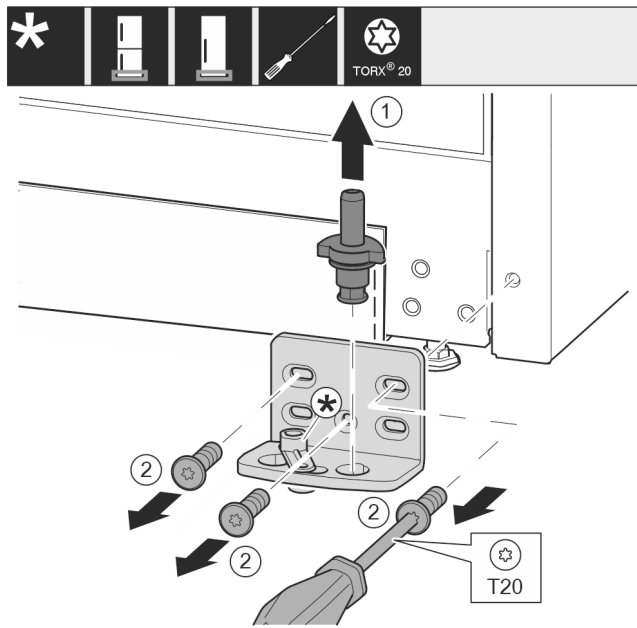

Fig. 14
- ▶ Ležajni sornik v celoti izvlecite navzgor. Fig. 14 (1)
- ▶ Vijake odvijte z izvijačem T20 in snemite ležajni podstavek. Fig. 14 (2)